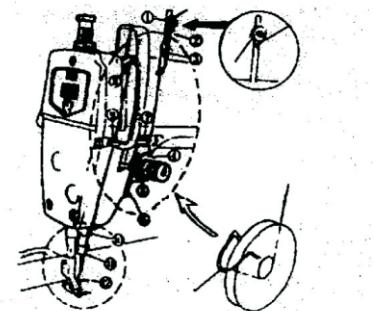

图 6
5、上述调整结束后，可进行穿线。过程如下：(见图6)穿面线:本机缝纫头上部安装线架，将60支3股涤纶线团装于线架由机头上部横梁上线孔穿过后过三眼线勾在夹线板3间通过，向上穿过挑线簧4，自左过大线勾5向上穿过线勾，向上从右向左挑线杆7，下引过面板线勾8，针杆线套孔9，从左向右穿过针孔10，并留150毫米左右的线头。